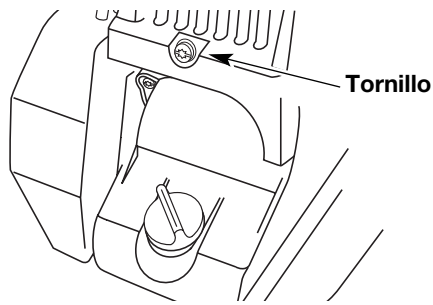

Fig. 35
3. Saque el tornillo que está detrás de la cubierta del motor (Fig. 35).